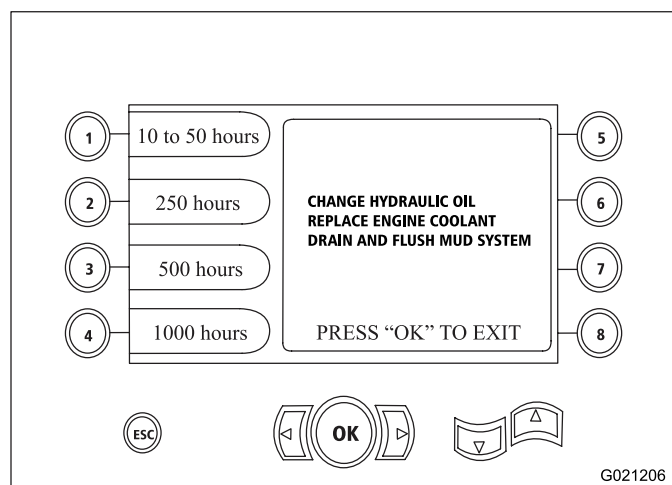

**Figure 27**
- Bouton 4 – calendrier d'entretien à 1 000 heures (Figure 27)